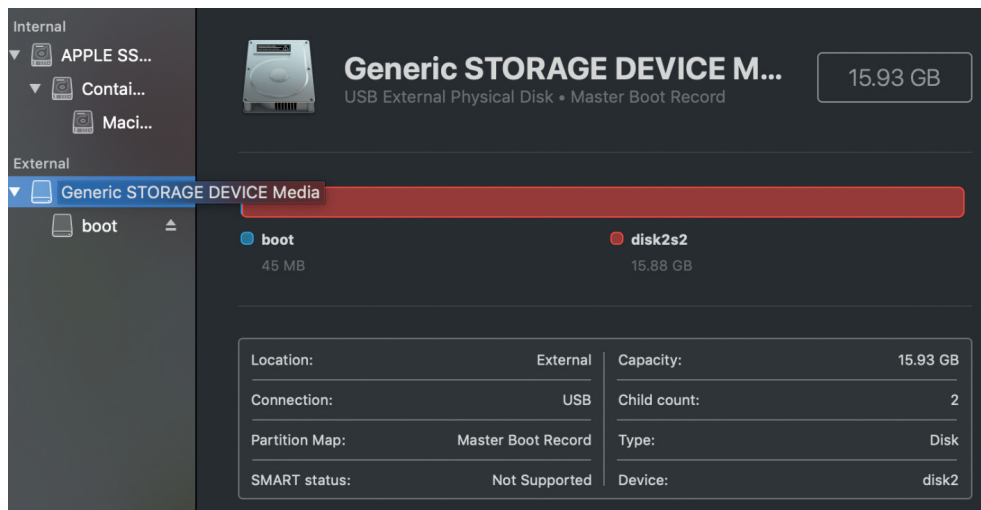

Рис. 5.9. Disk Utility с включенным параметром Show All Devices
4. Вы должны увидеть экран, аналогичный показанному на рис. 5.9. Выберите устройство, содержащее загрузочный том.